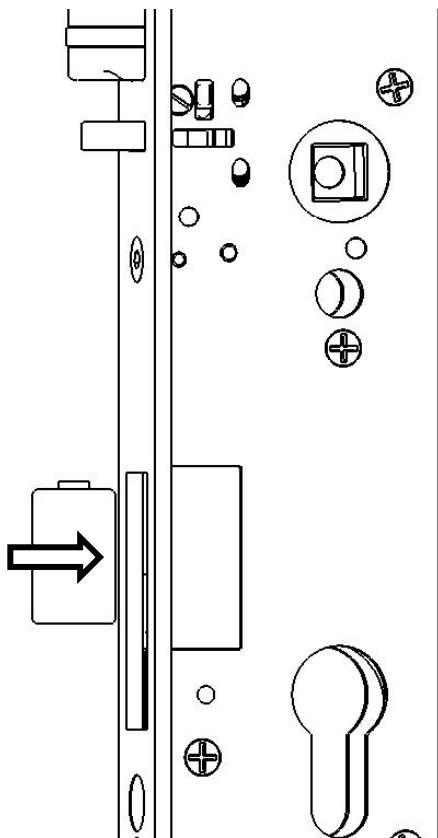

Bild 4.6 – Batterie einsetzen
- ▶ Schieben Sie die Batterie soweit wie möglich in die Batterieöffnung des GDL7m (Bild 4.6).